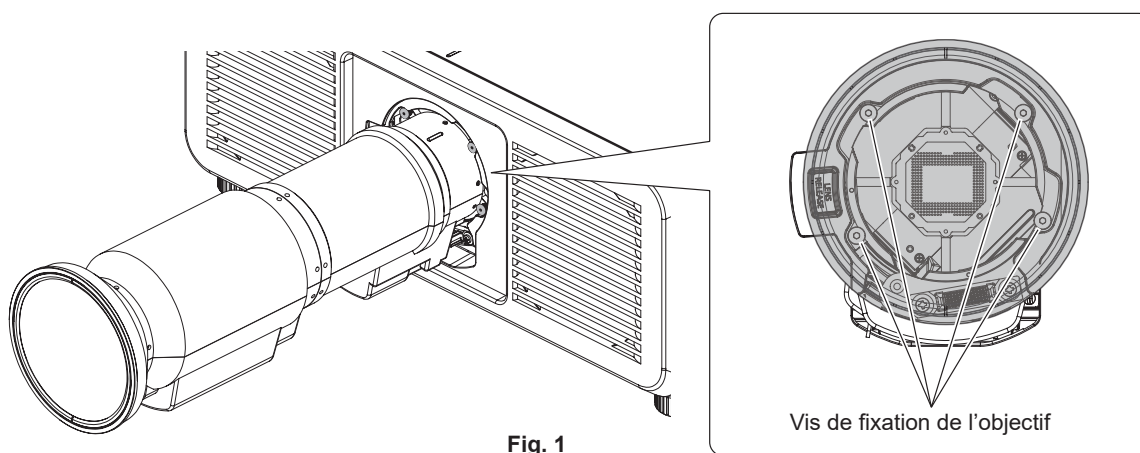

Fig. 1
- 1) Desserrez les quatre vis de fixation de la lentille avec le tournevis hexagonal à pointe sphérique jusqu'à ce que les vis tournent librement. (Fig. 1) (Uniquement pour le modèle ET-C1U100)**